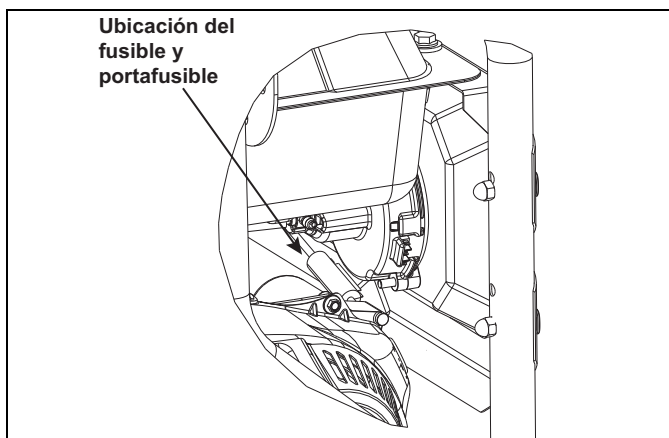

Figura 4-8. Ubicación del fusible de batería
1. El fusible del cargador de baterías está ubicado detrás del tablero de control como se muestra en la Figura 4-8.